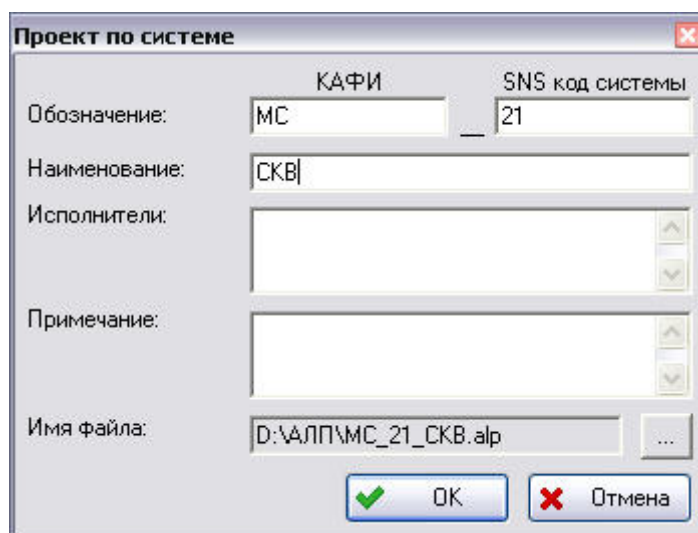

Рис. 1-7
2. В появившемся окне **Проект по системе** введите параметры создаваемого проекта (рис. 1-7):